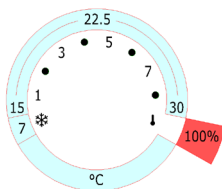

Fig. 10
2. Ruotare la manopola di regolazione per impostare la temperatura ambiente desiderata. Come illustrato in Fig. 10, la scala va da 7 a 30 °C: al simbolo di fiocco di neve corrisponde la temperatura di circa 7 °C, all'estremo opposto in corrispondenza del simbolo del bulbo si ha il riscaldamento continuo 100% a prescindere dalla temperatura ambiente, mentre nella zona intermedia si imposta una temperatura tra 15 e 30°C. Il LED sarà rosso quando la resistenza elettrica è accesa e verde quando è spenta.